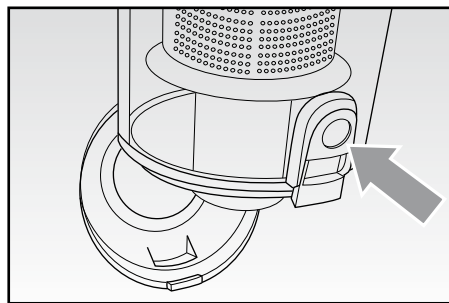

Fig. 8
- Svuotare il contenitore della polvere (A), aprendo il coperchio mediante il relativo pulsante di sgancio (Fig. 8).